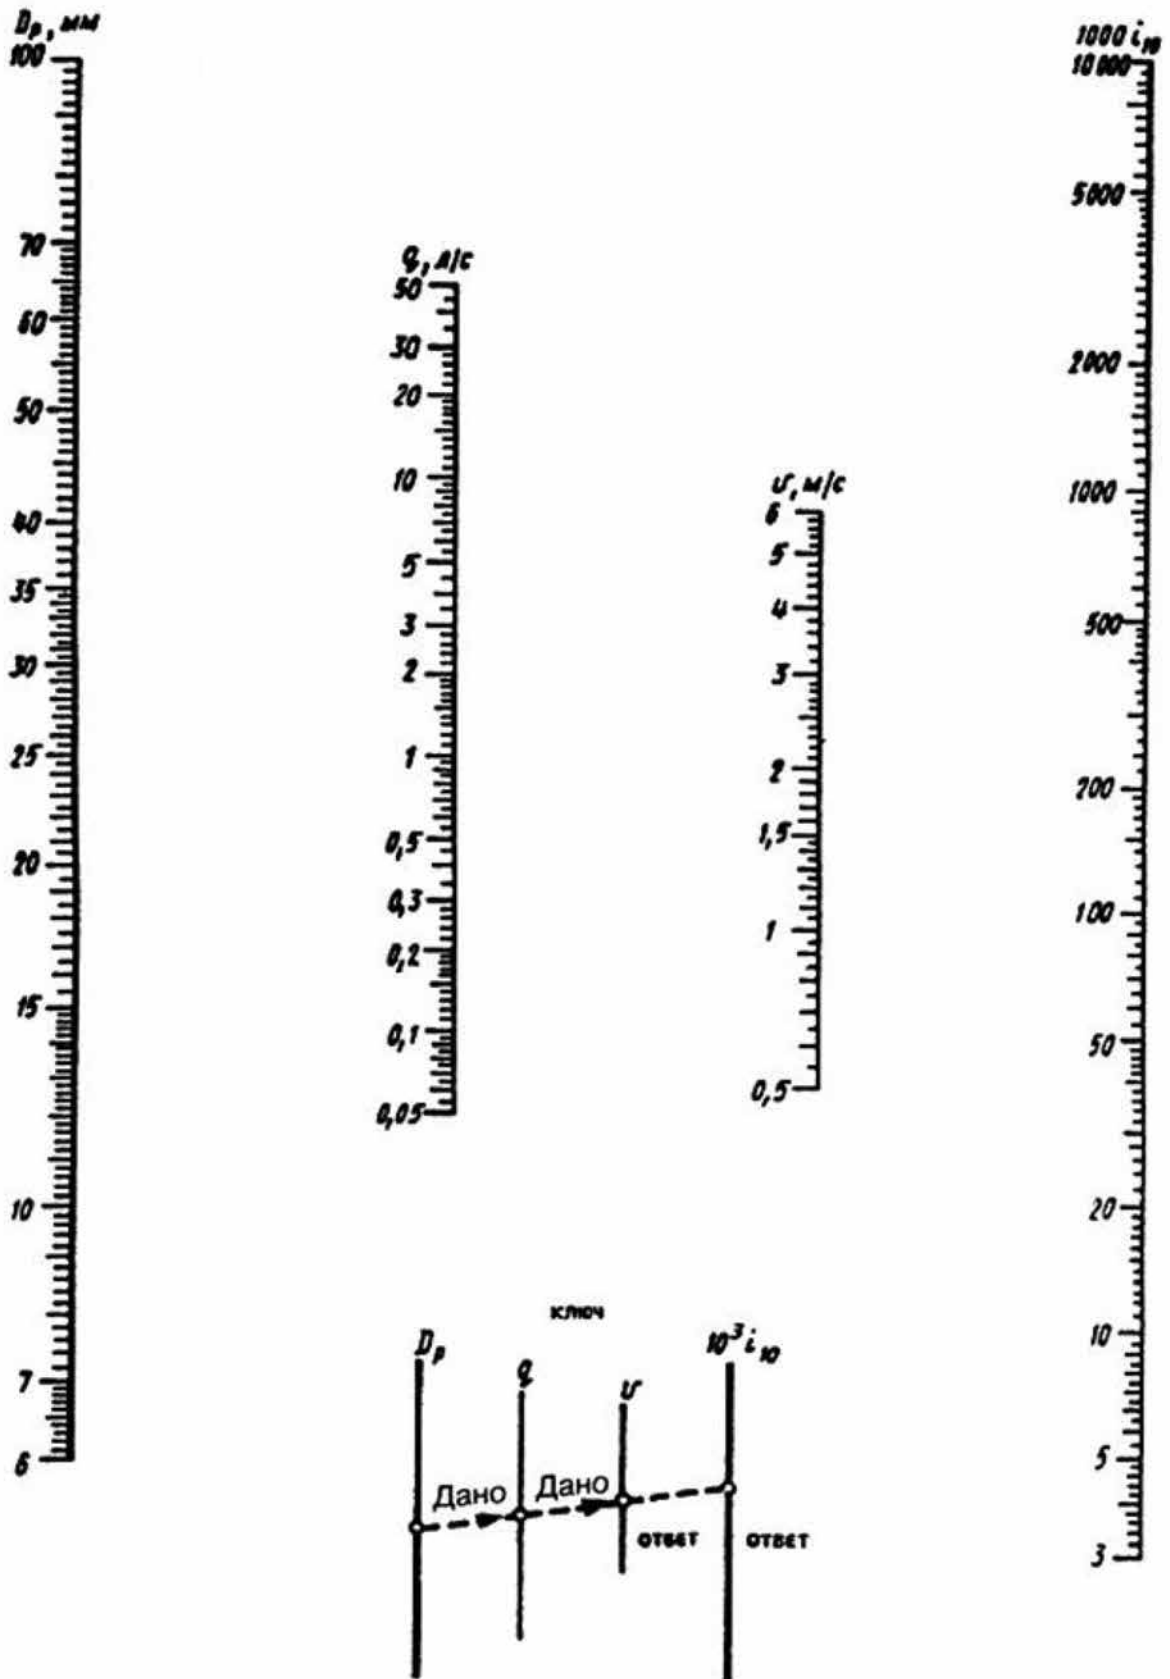

Рис.1 Номограмма для определения потерь напора в трубах диаметром 6 -100мм (при  $K_z = 0,00002$ )
*Номограммы на рис. 1 и 2 приложения А, предназначены для определения удельных потерь напора на трение при транспортировании воды с температурой 10°C.*